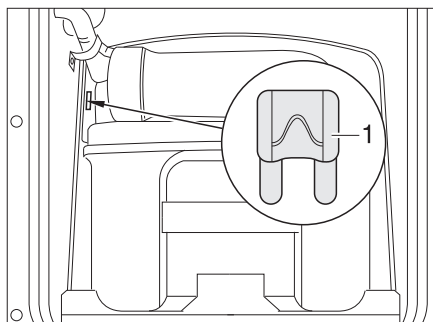

Bild 182 Säkring Thetford-toalett
- Byt säkring (Bild 182,1 resp. Bild 183,1).